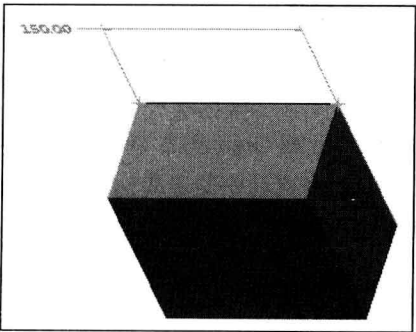

图 1-7
Step 04 按住“Shift”键对尺寸线进行拖动，此时系统自动将文本进行锁定，拖动鼠标只会移动尺寸线，如图 1-7 所示。